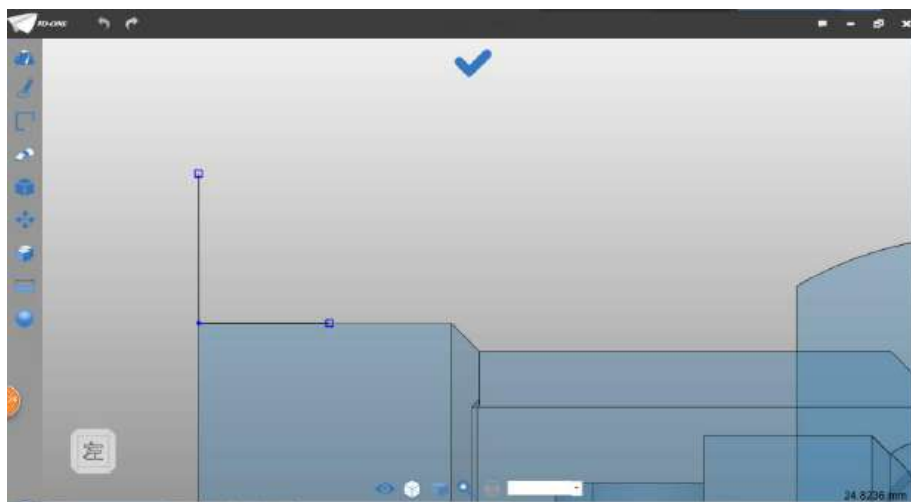

图 4-13
Step 13 继续绘制直线, 点击直线命令, 点 1 输入 (18, 72), 点 2 输入 (26.72), 长度输入 8, 如下图 4-13 所示: